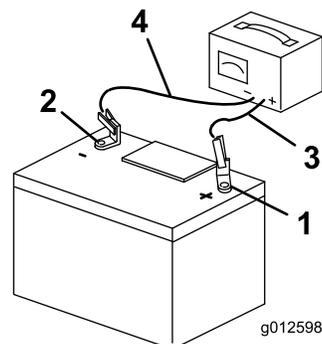

図 54
- 充電が終わったら、チャージャのプラグをコンセントから抜いてから、チャージャのリード線をバッテリー端子から外す (図 54)。